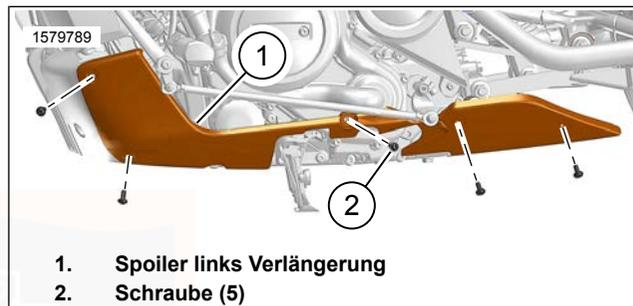

Abbildung 64. Spoiler linke Verlängerung (lang)
1. Siehe Abbildung 64. Schrauben (2) entfernen.
2. Spoiler linke Verlängerung (1) ausbauen.
1. Siehe Abbildung 64. Spoiler linke Verlängerung (1) einbauen.
2. Die Schrauben (2) anbringen. Festziehen.